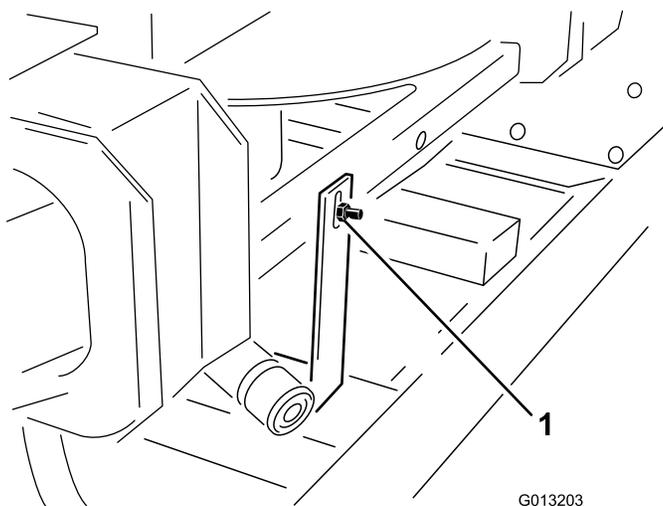

图3
2. 从双甩盘的后面卸下将机器提升装置运输支架连接到双甩盘上的螺栓和螺母（图3）。